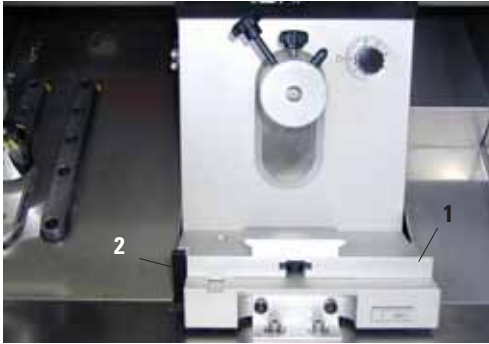

Fig. 1
1. Monter knivholdersokkelen (1) som vist på fig. 1.
2. Drei håndtaket (2) med klokka for å feste det.